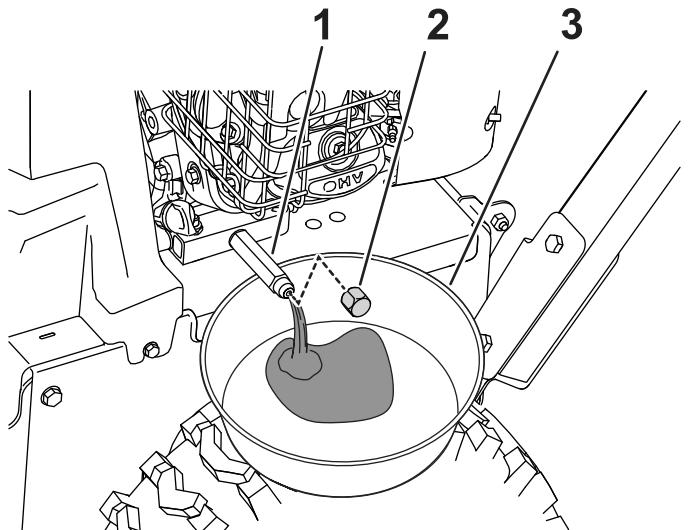

Figura 29
1. Coloque um recipiente por baixo da união de drenagem e remova a tampa de drenagem do óleo (Figura 29).